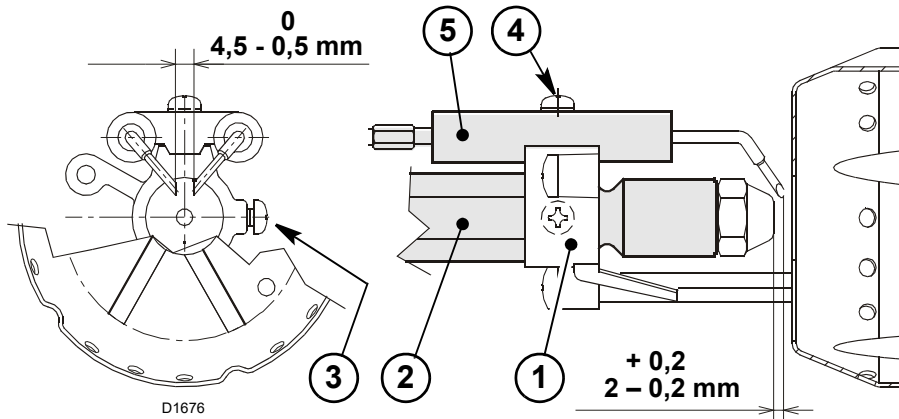

Abb. 11
Die Abstände in Abb. 11 müssen eingehalten werden.
- Den Stauscheibenhalter 1) (Abb. 11) auf den Düsenstock 2) (Abb. 11) legen und mit der Schraube 3) (Abb. 11) fixieren. Für eventuelle Einstellungen der Elektrodeneinheit 5) die Schraube 4) (Abb. 11) lockern.